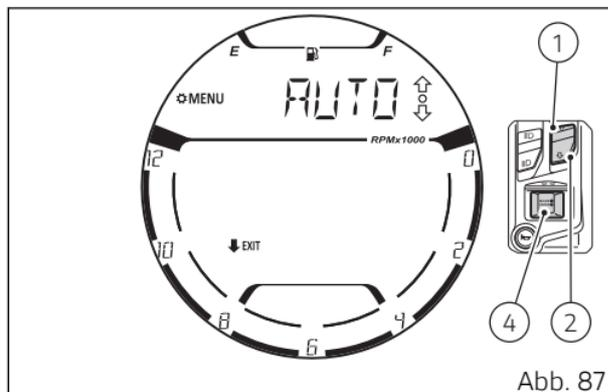

Abb. 87
Beim Öffnen dieser Funktion wird im Cockpit der aktuell eingestellte Wert (Abb. 87) angezeigt. Über die Tasten (1) und (2) ist das Durchscrollen und Wählen der verfügbaren Einstellungen möglich, die dann blinkend angezeigt werden: „AUTO“, „MANUAL“.